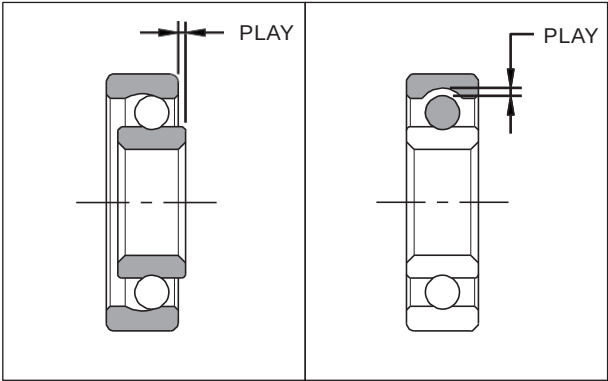

Fig. 3.152
- Saque el piñón de cuarta del eje de salida. (Fig.3.152)
- Revise el juego libre de cada rodamiento antes de montarlo. Sostenga la pista inferior y gire la pista exterior con la mano, si observa algún ruido, juego o rotación anormal, remplace el rodamiento por uno nuevo. (Fig. 3.152)